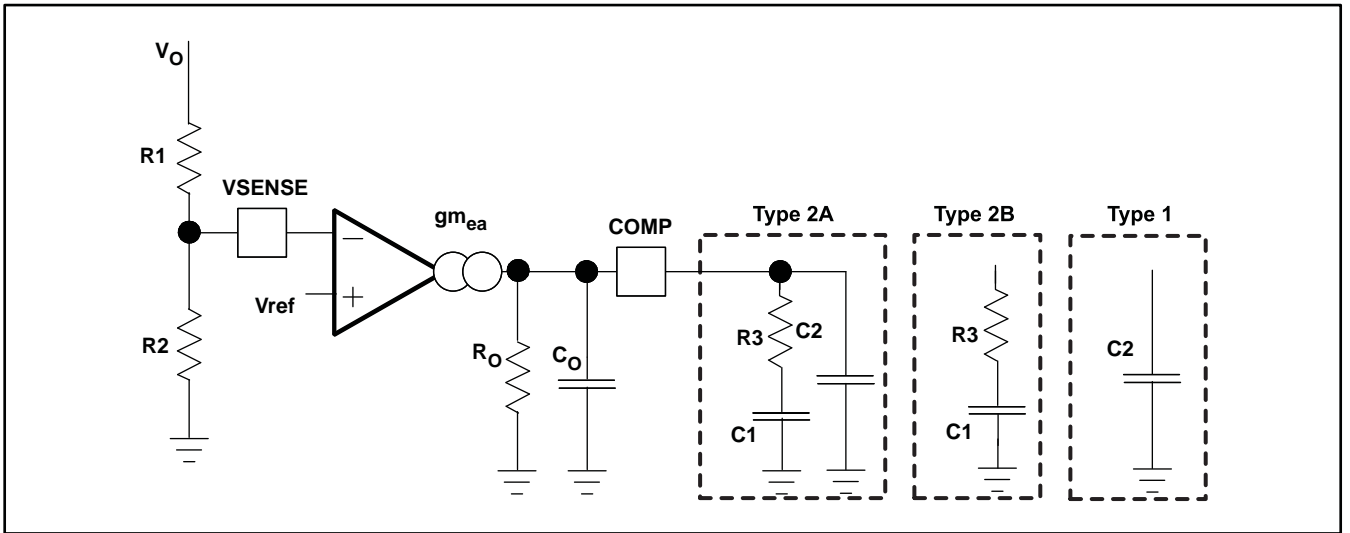

図 49. 周波数補償の種類
TPS54060Aでは、誤差増幅器にトランスコンダクタンス・アンプを使用し、一般的に使用される周波数補償回路のうち3つを標準でサポートしています。タイプ2A、タイプ2B、およびタイプ1の補償回路を図49に示します。タイプ2の回路は、低ESRの出力コンデンサを使用した高帯域電源設計で実装されるのが最も一般的です。タイプ1の回路は、高ESRのアルミ電解コンデンサまたはタンタル・コンデンサを使用した電源設計で用いられます。式 (18) および式 (19) は、増幅器の周波数応答を図49の小信号モデルにどのように関連付けるかを示しています。開ループ・ゲインおよび帯域幅は、図49の R_O および C_O を使用してモデル化されます。低ESRの出力コンデンサとともにタイプ2A回路を使用した設計例については、「アプリケーション情報」を参照してください。